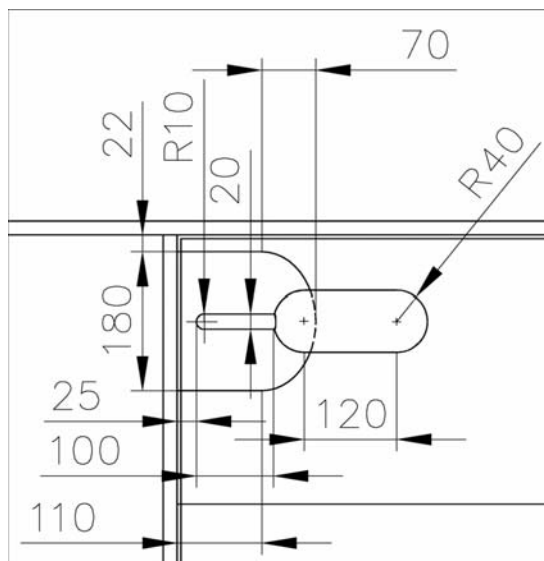

Рис. 5.48. Основные размеры настольной лампы и расположение ее на чертеже рабочей зоны
Давайте рассмотрим, как использовать постоянно действующие режимы привязки, на примере создания чертежа лампы (рис. 5.48).
Чертеж лампы должен размещаться в левом верхнем углу контура парты. Как видно из рис. 5.48, он состоит из нескольких прямых линий и дуг. Три меньшие дуги (одна — радиусом 10 мм и две — радиусом 40 мм) представляют собой половины окружностей, тогда как большая дуга — это половина эллипса. Вы, наверняка, догадываетесь, что при создании этого чертежа нам понадобятся такие режимы привязки, как Endpoint (Конточка), Midpoint (Середина), Center (Центр) и Quadrant (Квadrант). Давайте посмотрим, как включить эти режимы привязки для постоянного использования.
2. После увеличения изображения выбранного фрагмента запустите инструмент Offset (Подобие) и сместите вниз внутреннюю горизонтальную линию контура задней стенки рабочей зоны на 22 мм (см. рис. 5.48).
10. Теперь, руководствуясь рис. 5.48, выполните сопряжение контура плафондержателя. (Не забывайте о возможности применения режима **Multiply** (Несколько) при использовании инструмента **Fillet**.)
19. AutoCAD предложит в командном окне задать значение, которое должно равняться половине длины второй оси эллипса. Эту величину можно было бы задать с помощью динамически отображаемого эллипса (рис. 5.57), но поскольку у нас нет точки, чтобы привязаться к ней, просто введите в командном окне 70 (см. рис. 5.48).